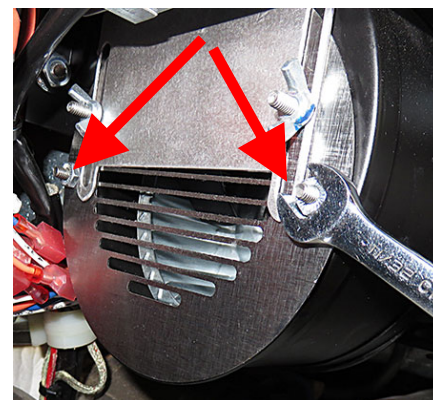

図 8
12. 11/32 インチのオープンエンドレンチを使用して、グリルに取り付けられている 2 つのナットを取り外して、ブローからブローグリルを取り外します (図 8 を参照)。これにより、ブローの左側の 2 つのナットにアクセスできます。